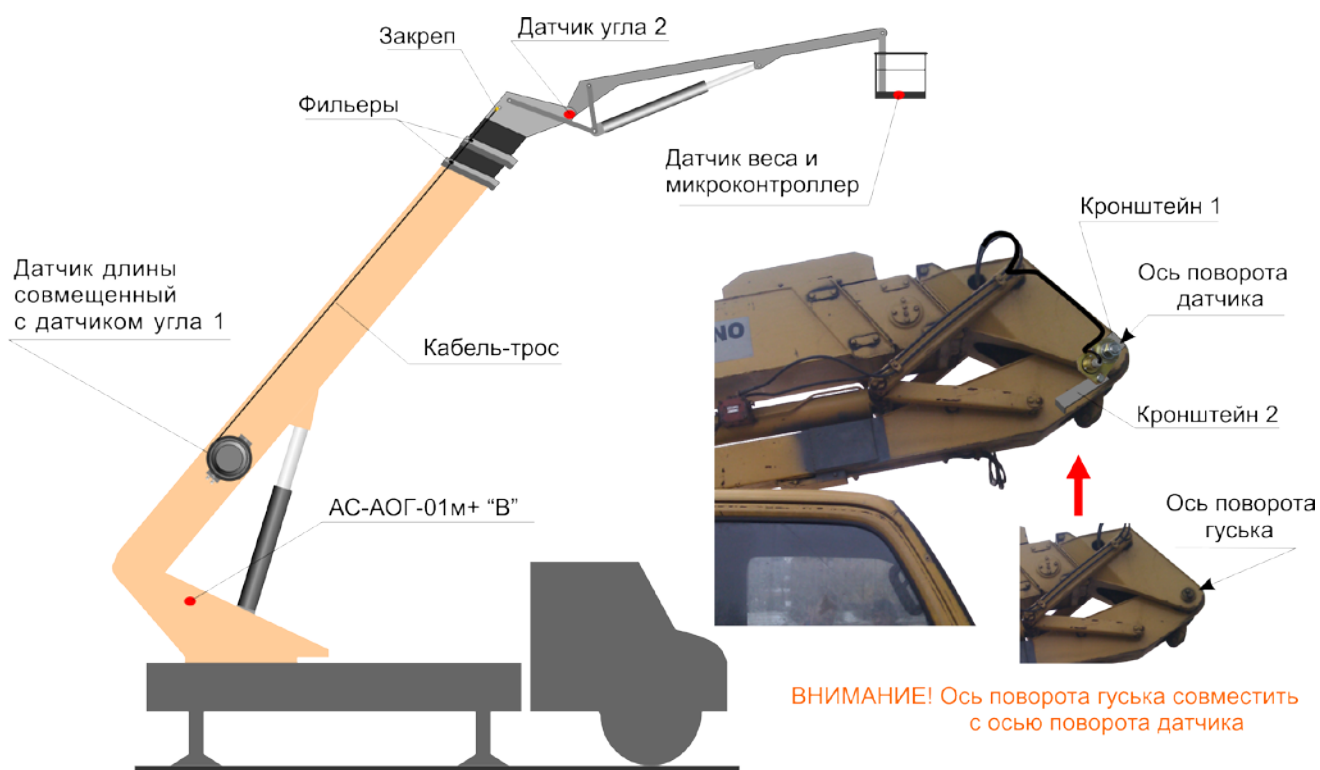

Рис.1
5.1. Система АОГ, рис.1, состоит из составных частей:
6.2. Размещение элементов системы АОГ на подъёмнике показано на рис.1.